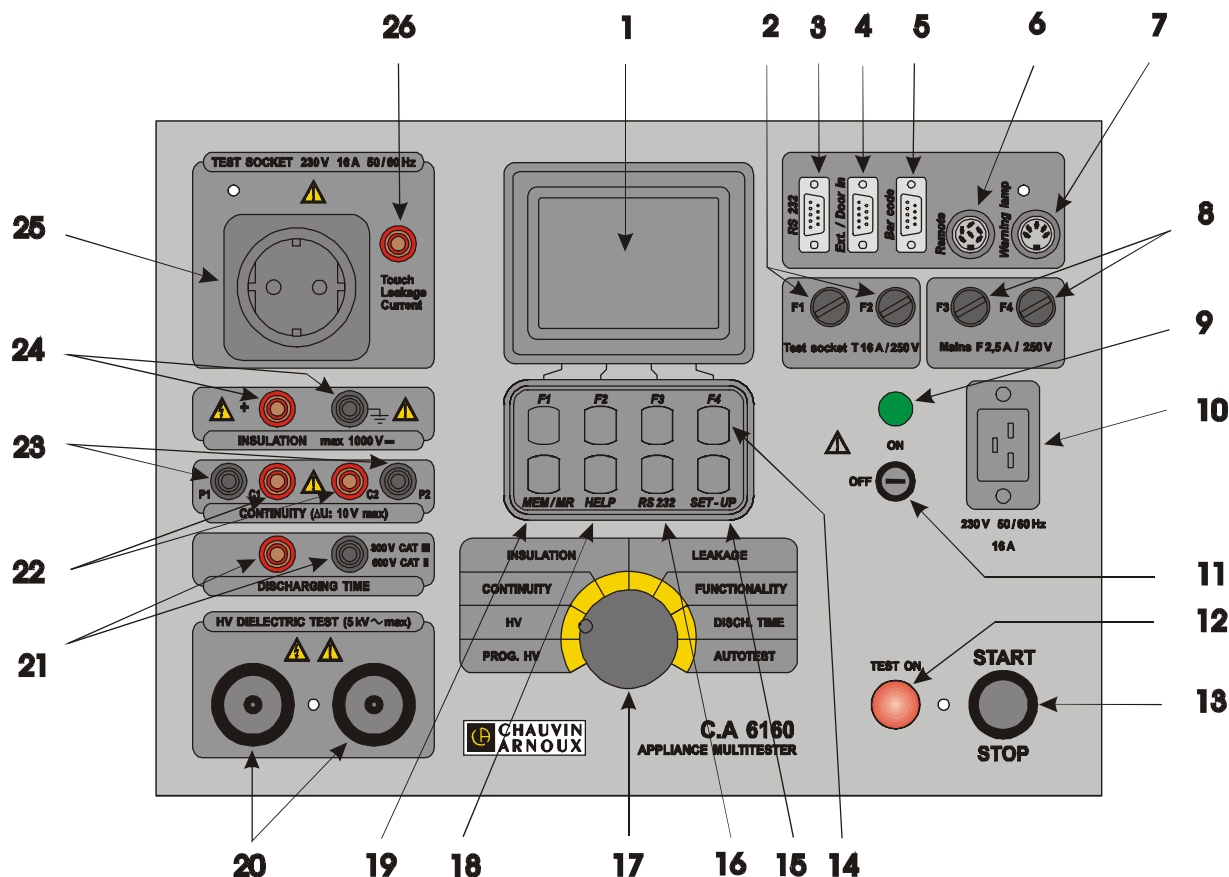

Fig.1. Presentación del panel frontal
Es posible que haya una tensión peligrosa, apague inmediatamente el instrumento si la lámpara de advertencia roja (pos. 12, fig.1.) no se enciende después de encender el generador de alta tensión, y de efectuar una intervención de servicio en el instrumento. Manipule el instrumento cuando los diodos electroluminiscentes de prueba estén bajo tensión.